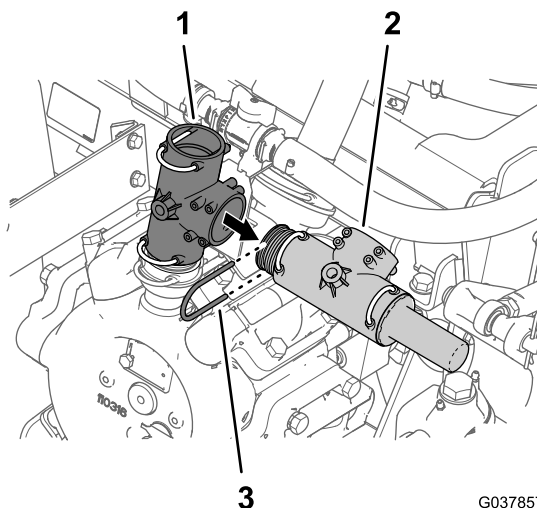

Figura 66
- Retire o retentor que prende a união em T com a válvula de descarga de pressão à união em T na parte superior da bomba de pulverização (Figura 66).
- Retire a união em T com a válvula de descarga de pressão da união em T na parte superior da bomba de pulverização (Figura 66).